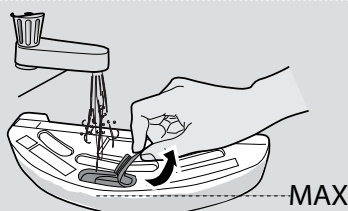

Fig. 14
2. Abrir a tampa de borracha do depósito de água, enchê-la com água e fechá-la novamente. [Fig. 14]